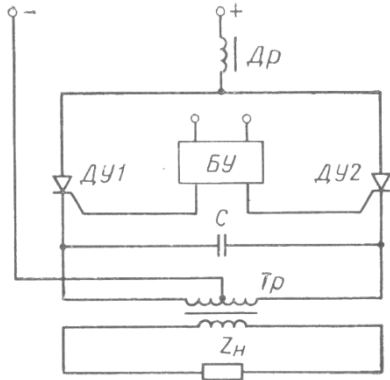

Рис. 1
1. Указать элементы схемы (одной из схем рис. 1), объяснить процесс инвертирования напряжения с применением тиристоров.